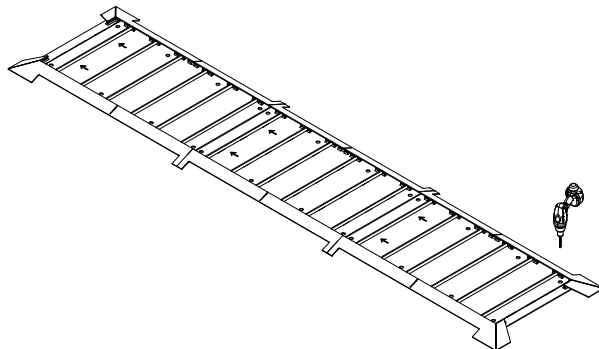
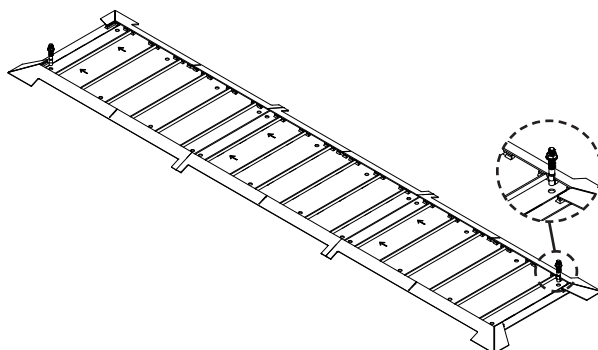

Figura 26
Figura 27
1. Perfore dos (2) agujeros en las esquinas adyacentes de la placa de piso, luego instale (2) pernos de anclaje en los mismos agujeros perforados para mantener las placas en su posición. Consulte las **Figura 26 y Figura 27**.